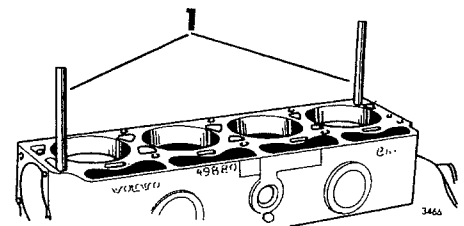

Fig 01-21. Styrpinnar för cylinderlock
3. Sätt i styrpinnarna enligt fig 01-21.